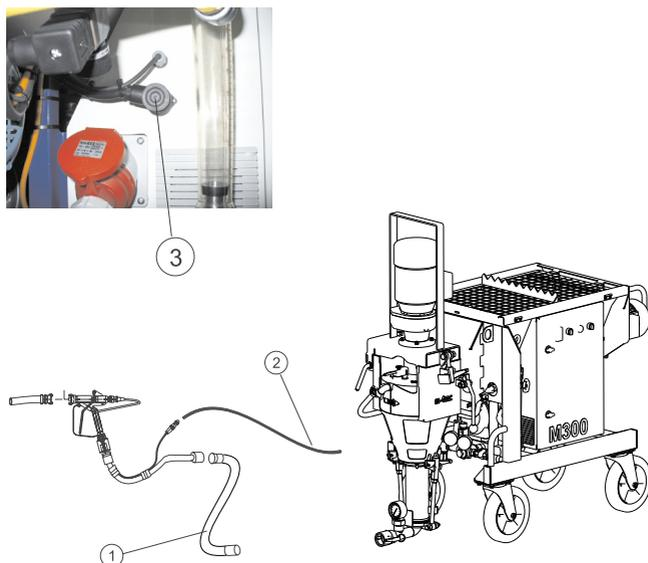

Рисунок 12:
- Присоединить шланг для раствора пистолету для клея (Рис. 12, 1)